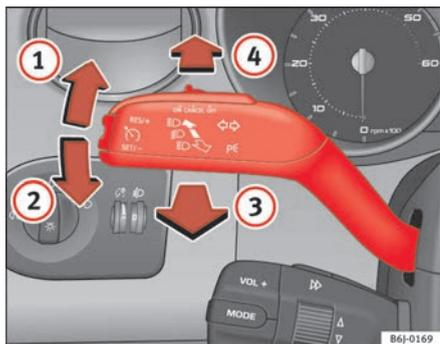

Fig. 57 Palanca de intermitentes y de luz de carretera
- Desplace la palanca hacia arriba hasta el tope ⇒ fig. 57 ① para encender el intermitente **derecho** o bien hacia abajo ②, para encender el intermitente **izquierdo**.
- Desplace la palanca hacia adelante ⇒ fig. 57 ④ para encender la luz de carretera.